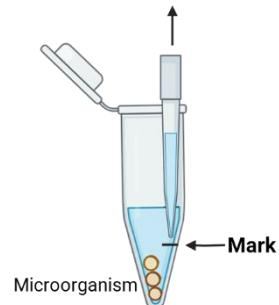

図 4. 菌のペレット
※微生物を吸わないよう、マーカーラインより下にチップがいかないように注意して下さい (図 4 参照)。電動ピペットの吸引速度は最も遅い設定を使用して下さい。
- (23) 検体ごとに、2 つの Sample Tube を 1 本にまとめます。SCDM 添加 Sample Tube 内に残った溶液に対してピッティングを 10 回行った後、TG が入った Tube に溶液を移して 1 本にまとめて下さい。ピッティングの際は、マーカーラインの反対の壁に菌が集積していることに注意して、吐き出す液をマーカーラインとは反対の壁にかけて、菌を回収するようにして下さい (図 4 参照)。